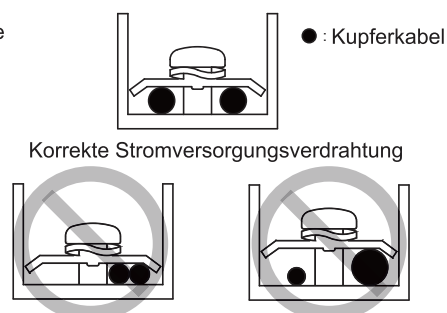

Abbildung 2
- Schließen Sie nicht zwei Netzkabel mit unterschiedlichen Durchmessern an dieselbe Stromversorgungsklemme an (kann aufgrund eines lockeren Anschlusses zu einer Überhitzung der Kabel führen) (siehe Abbildung 2).